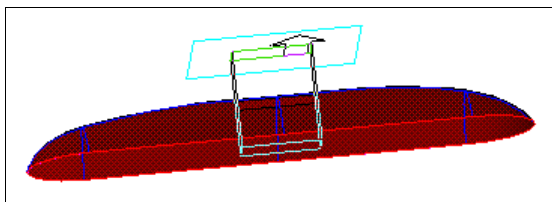

Рис. 30.26. Фантом усе­чения по эскизу
- ◆ вызовите команду **Усечение поверхности**. Укажите поверхность усе­чения и в качестве секущего элемента эскиз. По фантому определите направление удаления усе­чения поверхности (рис. 30.26);